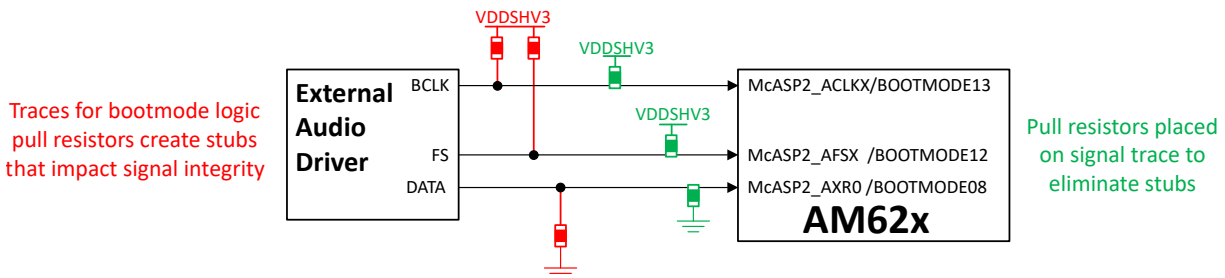

図 4-1. McASP 信号パターンのスタブ
- 外付けプル抵抗を信号パターンと直列に配置して、スタブを取り込まないようにする必要があります。図 4-1 はパターンスタブがある、またはない場合のプル抵抗の例を示しています。設計時には、緑色の実装を再現する必要があります。